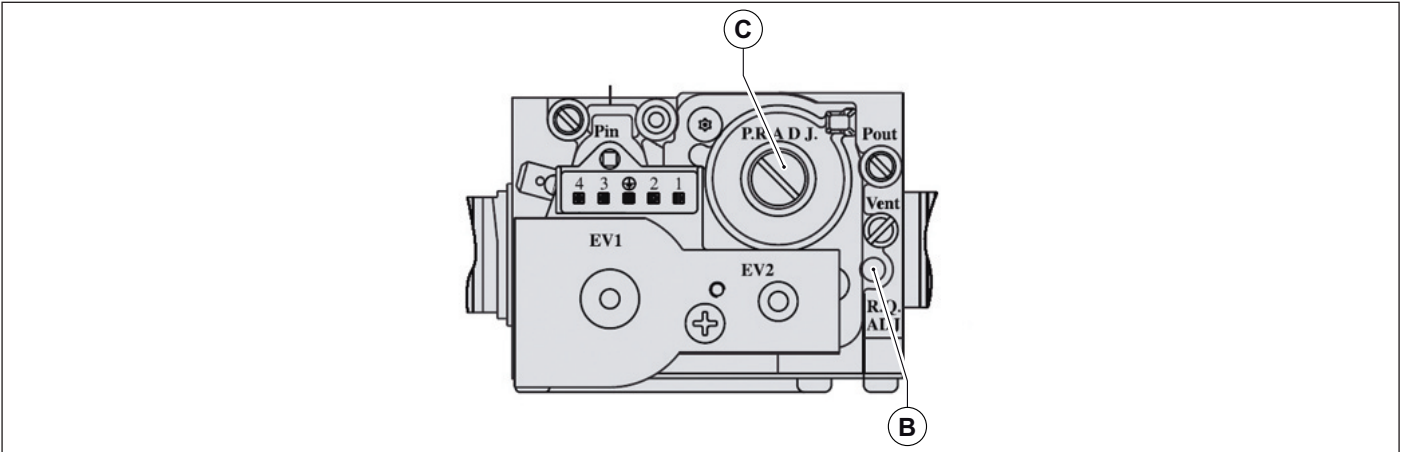

Fig. 24 Regulación valor anhídrido carbónico
- Regular el valor del anhídrido carbónico (CO2) en los humos girando el regulador de relación **B** (ver Fig. 24 Regulación valor anhídrido carbónico) y asegurarse de que no supere los límites de la Tab. 11 Valores de CO2 en los humos. Dejar la caldera en modalidad deshollinado y continuar en el paso siguiente de ajuste a la potencia mínima.
- Regular el valor del anhídrido carbónico (CO2) en los humos girando el regulador de offset **C** (ver Fig. 24 Regulación valor anhídrido carbónico) y asegurarse de que no supere los límites de la Tab. 11 Valores de CO2 en los humos.